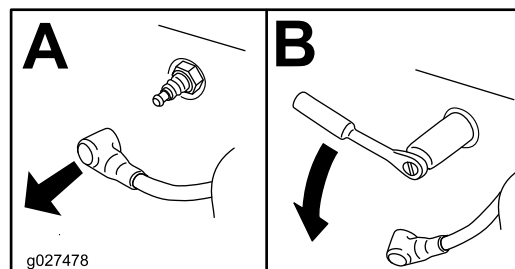

Figura 36
3. Retire la bujía (Figura 36).